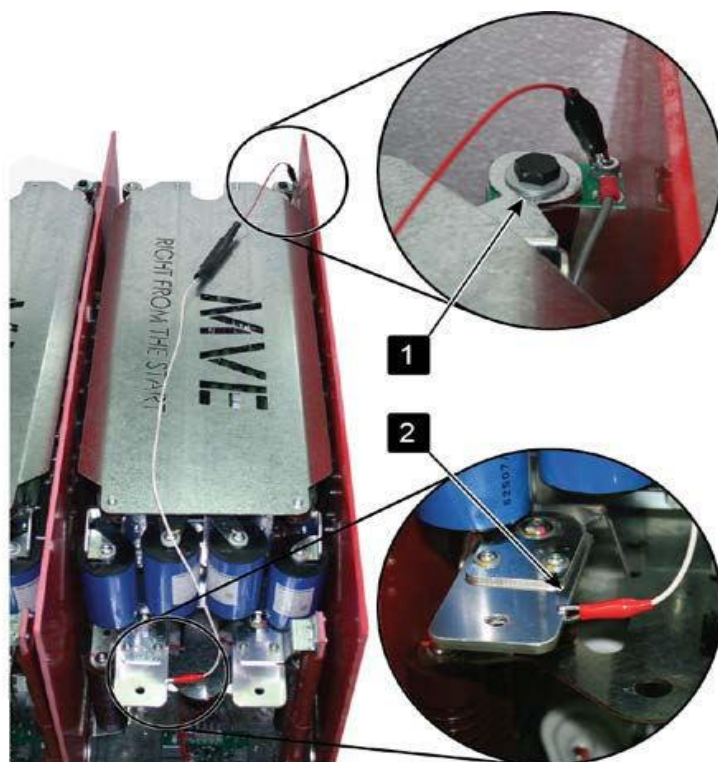

Рис. 9.3 – Подключение комплекта резисторов проверки двигателя низким напряжением для УПП с номинальным ток и напряжения 70 А - 540 А и 10 кВ
Подключение комплекта резисторов проверки двигателя низким напряжением для УПП с номинальным током и напряжением **70 А - 540 А и 10 кВ** (см. рис. 9.3):
- Зажмите один конец комплекта резисторов болтом на непроводящей плате (поз.1 на рис. 9.3). Непроводящая плата расположена в правом заднем углу фазной сборки.
- Подключите другой конец комплекта резисторов к шине на левой передней стороне фазной сборки (поз.2 на рис. 9.3).